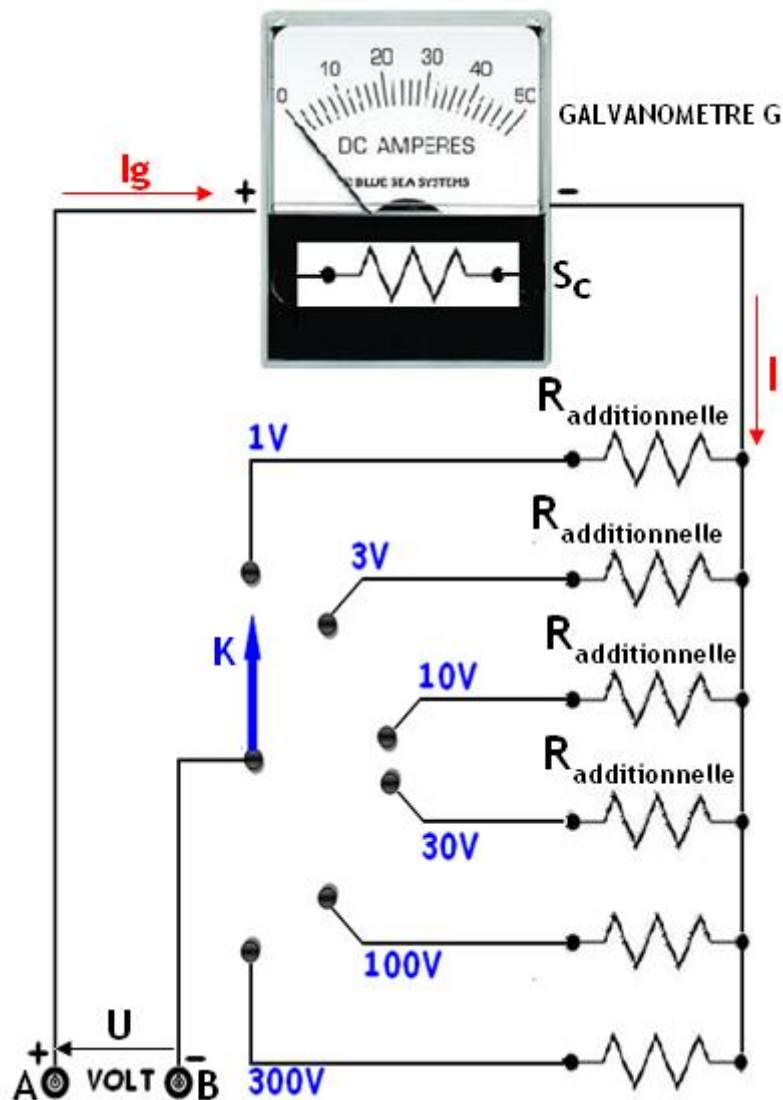

Figure 2 : Montage en voltmètre.
I. On dispose en série (**fig. 2**) :